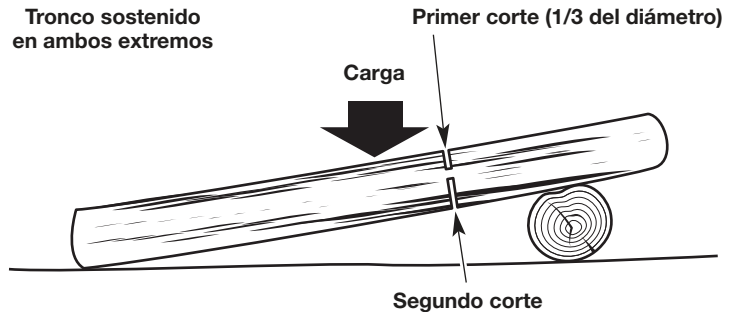

Fig. 18
- Si el tronco está sostenido en dos extremos (Fig. 18), haga el primer corte desde el lado de arriba (tronzado desde arriba). Consulte *Tronzado desde arriba*.